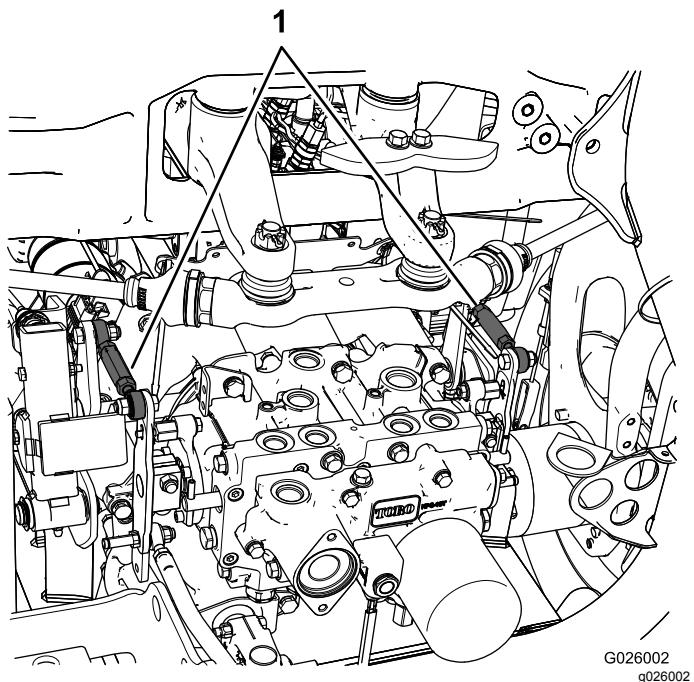

Figura 46
- Si el neumático trasero izquierdo está girando, afloje las contratuerzas de la varilla de control de la transmisión del lado izquierdo (Figura 46).